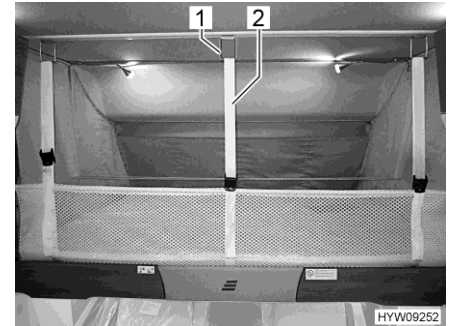

Bild 102 Skyddsnet (höjbar säng)
- Lossa säkerhetsremmarna (Bild 102,2) och lägg skyddsnetet under madrassen.
- Haka fast säkerhetsremmarna (Bild 102,2) i krokarna (Bild 102,1) i taket.